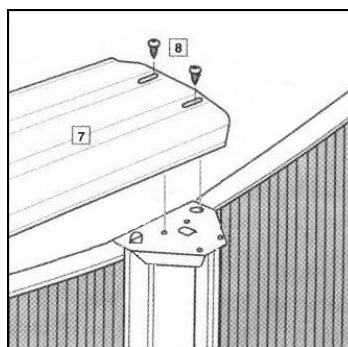

fig. 27
- Alinear los agujeros tal y como se muestra (fig. 27) (8). Fijar en su sitio sobre la placa superior e insertar un tornillo a través de los agujeros ovales. No apretar los tornillos por el momento, hasta que todos los perfiles superiores estén colocados en su sitio.